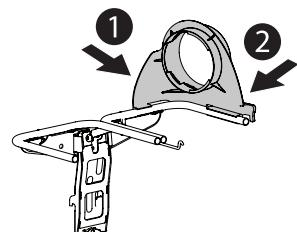

Figure 9
- Mettez en place le support supérieur de la goutte (731-17091) en clipsant d'abord la partie latérale sur le rail de montage de la goutte (1), comme indiqué dans Figure 9.
- Encluez la face avant du support supérieur de la goutte sur le rail (2), comme indiqué dans Figure 9.